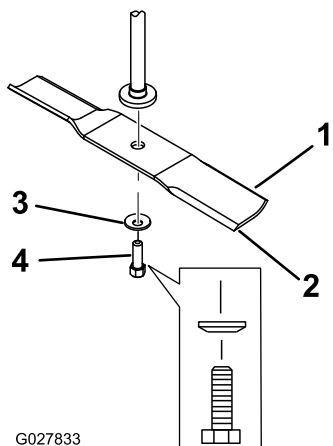

Figura 49
2. Retire del eje el perno de la cuchilla, la arandela curva y la cuchilla (**Figura 49**).
- Instale la cuchilla en el eje (Figura 49).
- Instale la arandela curva (con la copa hacia la cuchilla) y el perno de la cuchilla (Figura 49).